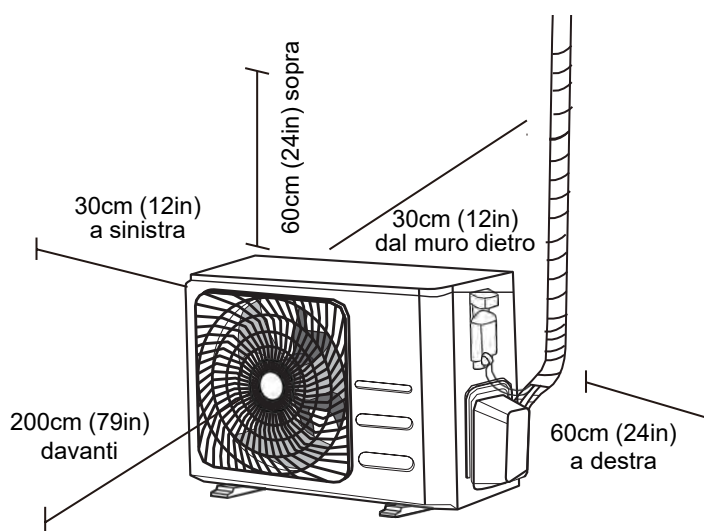

Fig. 4.1
- Soddisfa tutti i requisiti di spazio mostrati nei Requisiti di Spazio d'Installazione (**Fig. 4.1**)